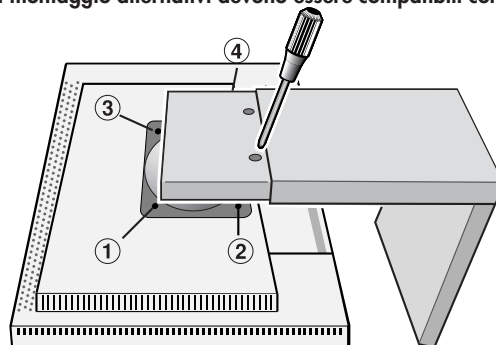

Figura S.2
4. Togliere le 4 viti che fissano il monitor al supporto e sollevare il gruppo supporto (Figura S.2), il monitor ora è pronto per un diverso montaggio.